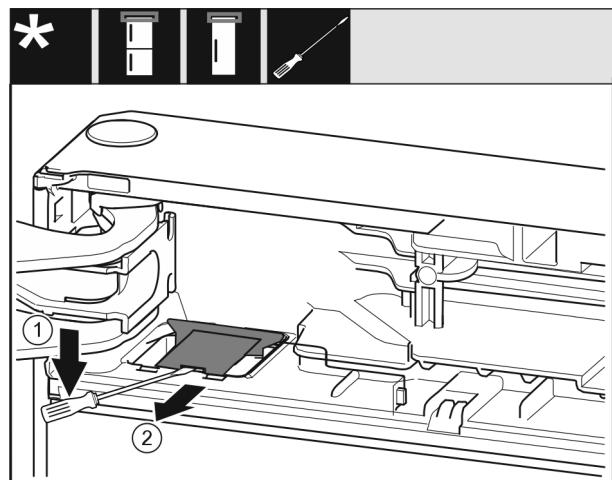

Fig. 10
► 使用带槽螺丝刀松开盖板 Fig. 10 (1)。
► 取出盖板 Fig. 10 (2)。